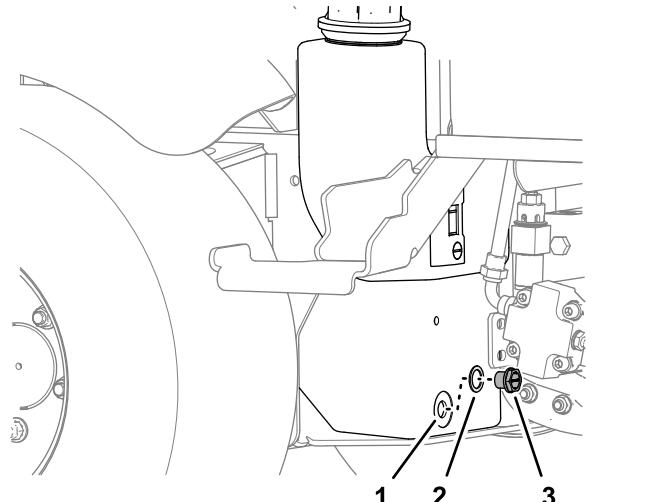

Figura 88
- Coloque un recipiente debajo del depósito hidráulico, retire el tapón de vaciado del depósito y drene por completo el fluido hidráulico (Figura 88).